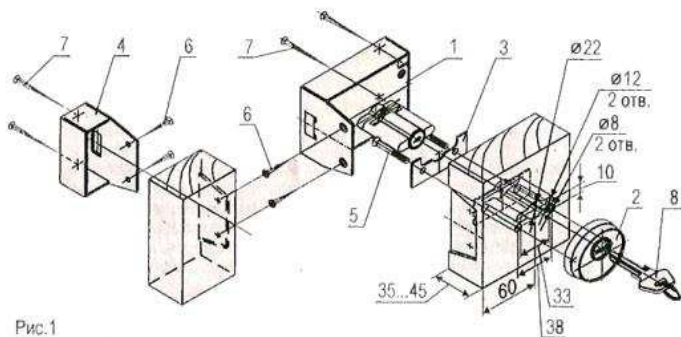

Рис.1
7. Отпирание замка изнутри (см. рис. 1) осуществляется поворотом ручки постоянного ключа по часовой стрелке, а снаружи поворотом вставного ключа против часовой стрелки. Для фиксации засова в крайнем закрытом положении изнутри помещения не доверните ручку постоянного ключа до упора (примерно на 45° сверх одного полного оборота). В данном случае замок
#### ПОРЯДОК МОНТАЖА (см. рис.1)
3. На внутренней поверхности двери выполните углубление 4 мм под планку крепления накладки 3. (Будьте внимательны при установке планки 3, т.е. планка должна быть расположена со стороны засова относительно цилиндрического механизма, в соответствии с рис.1).